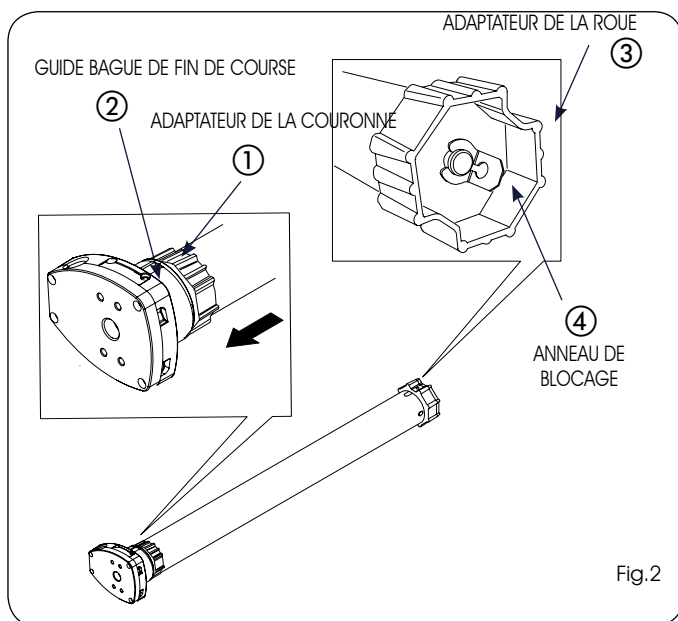

Fig.2
- 1) Insérer l'adaptateur de la couronne (Fig.2 réf.①) dans le moteur tubulaire, jusqu'à ce que celui-ci se trouve complètement à l'intérieur du guide de la bague de fin de course (Fig.2 réf.②)
- 2) Introduire l'adaptateur de la roue dans l'arbre du moteur (Fig.2 réf.③) et le bloquer avec l'anneau de retenue fourni (Fig.2 réf.④).